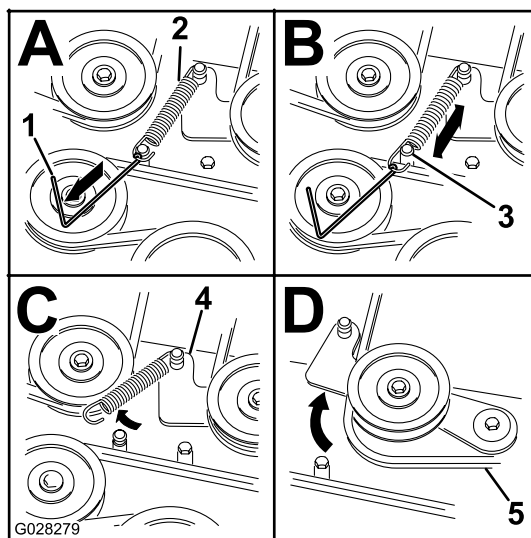

Figura 77
8. Usando una herramienta para la retirada de muelles (Pieza Toro N° 92-5771), retire el muelle tensor del espárrago de la carcasa para eliminar la tensión de la polea tensora (Figura 77).
11. Pase la correa nueva alrededor de las poleas del cortacésped y de la polea del embrague, debajo del motor (Figura 77).
12. Usando una herramienta para la retirada de muelles (Pieza Toro N° 92-5771), instale el muelle tensor sobre el espárrago de la carcasa y tense la polea tensora y la correa (Figura 77).